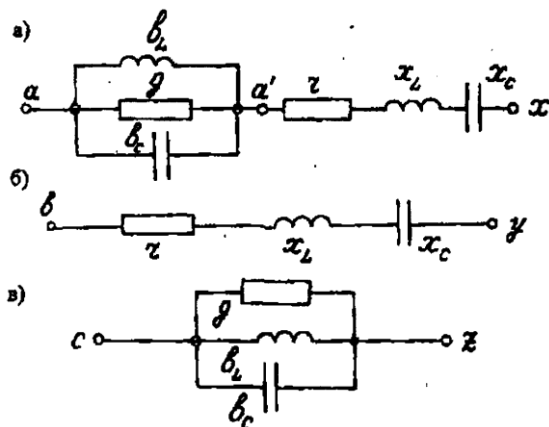

Рис. 3.4.
**Комплексные сопротивления фаз приемника** при полном наборе параметров (см. рис. 3.4а, б, в).